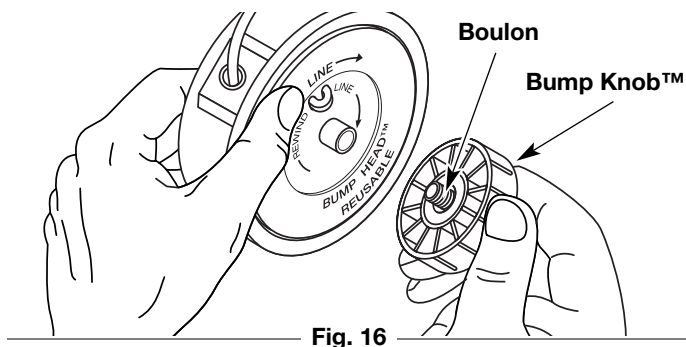

Fig. 16
1. Tenez la bobine extérieure d'une main et dévissez le bouton de butée vers la gauche (Fig. 16). Inspectez le boulon à l'intérieur du bouton de butée pour vous assurer qu'il se déplace librement. Remplacez le bouton de butée s'il est endommagé.
- Tenez la bobine extérieure d'une main et dévissez le bouton de butée vers la gauche (Fig. 16). Inspectez le boulon à l'intérieur du bouton de butée pour vous assurer qu'il se déplace librement. Remplacez le bouton de butée s'il est endommagé.